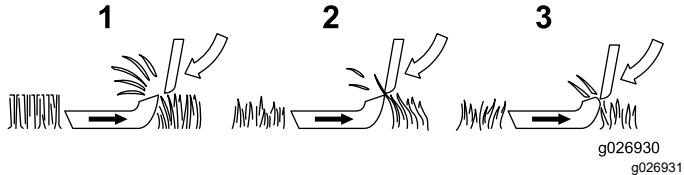

Figura 8
1. **Contacto entre contracuchilla y molinete** (Figura 8): Debe haber un contacto ligero entre la contracuchilla y el molinete para mantener los filos de corte y producir una excelente calidad de corte. Sin embargo, si no existe ese contacto ligero pueden pasar materiales abrasivos y hierba entre la contracuchilla y el molinete. Si esto ocurre se erosionan y redondean los filos de la contracuchilla y el molinete, y como resultado la calidad de corte es deficiente. Si